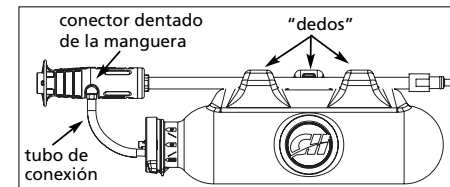

Figura 6
1. Coloque el tanque en una superficie fuerte y plana. Luego calce el eje de metal de la lanza entre los tres "dedos" en la parte superior del tanque (vea la Figura 6). NOTA: El calce es muy ajustado. Tenga precaución para evitar daños. El calentar el dedo central con un secador de pelo le facilitará la instalación.
2. Deslice el extremo libre del tubo de conexión en el conector dentado de la manguera conectado a la cabeza de la lanza (vea la Figura 6).